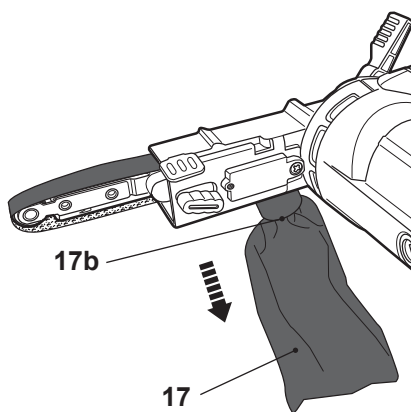

Fig. 10
- > Segure e puxe pelo conector do saco (17b) para retirar o conjunto do saco de recolha do pó (17) (Fig. 10).